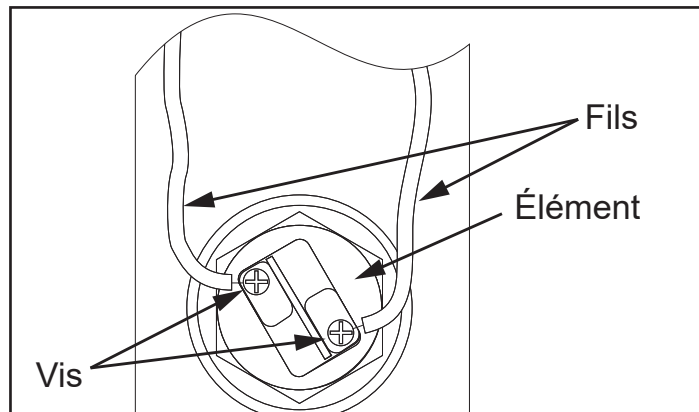

Figure 12. Câblage des éléments chauffants
- Débrancher les fils électriques de l'élément chauffant après avoir desserré les vis (Figure 12). Pour démonter l'élément chauffant vissé, le faire tourner dans le sens inverse des aiguilles d'une montre avec une clé à douille de 1-1/2 po. Retirer le joint existant.
11. Fermer le robinet de vidange et ouvrir le robinet d'eau chaude le plus proche. Ouvrir ensuite le robinet d'arrêt d'eau froide et laisser la cuve se remplir complètement. Pour purger les conduites de tout excédent d'air et de sédiments, laisser le robinet d'eau chaude ouvert pendant trois (3) minutes une fois qu'un débit d'eau constant est obtenu.
13. Rebrancher les fils électriques sur l'élément et bien serrer les vis (*Figure 12*).